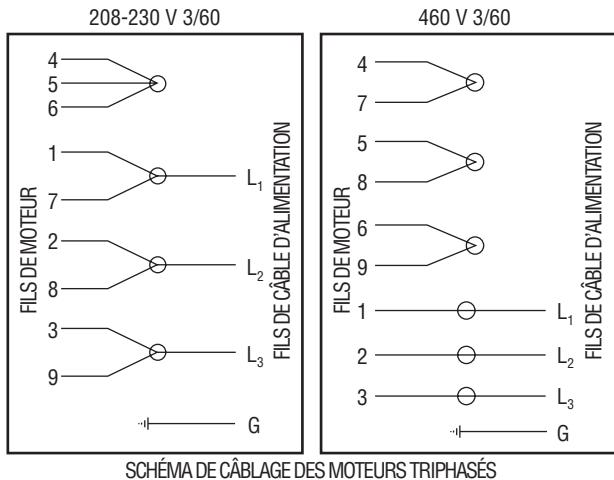

Figure 1
- Moteurs triphasés – Voir la figure 1.